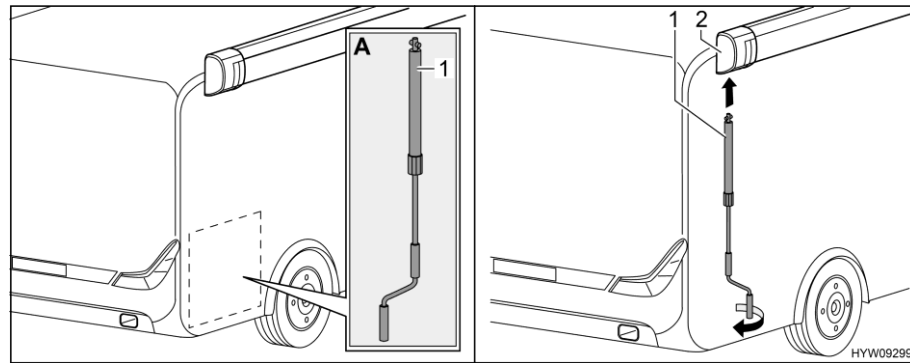

Bild 14 Kurbel anbringen
- Kurbel (Bild 14,1) aus Heckgarage nehmen (Bild 14,A).
- Kurbel in Bajonettfassung (Bild 14,2) der Markise stecken.